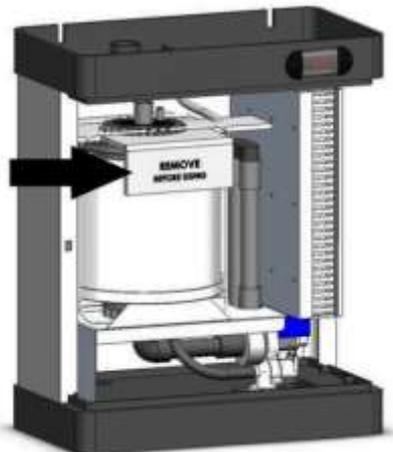

Fig. 8
5. Retire el cartón de protección ubicado sobre el cilindro (fig. 8).